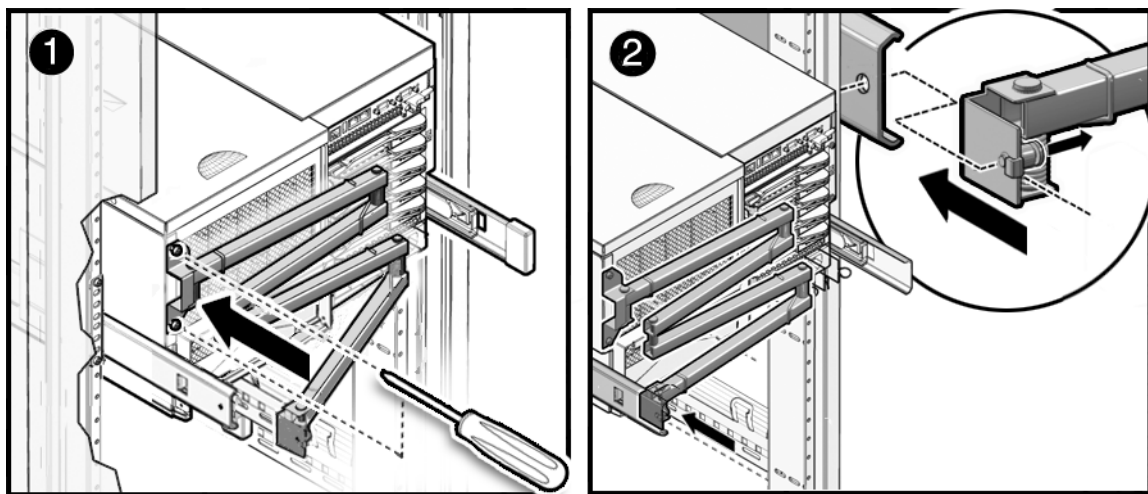

图 2-8 安装理线架 (显示的是 Sun SPARC Enterprise M4000 服务器)
2. 使用两 (2) 颗自持螺丝将 CMA 的小头固定到服务器 (图 2-8)。